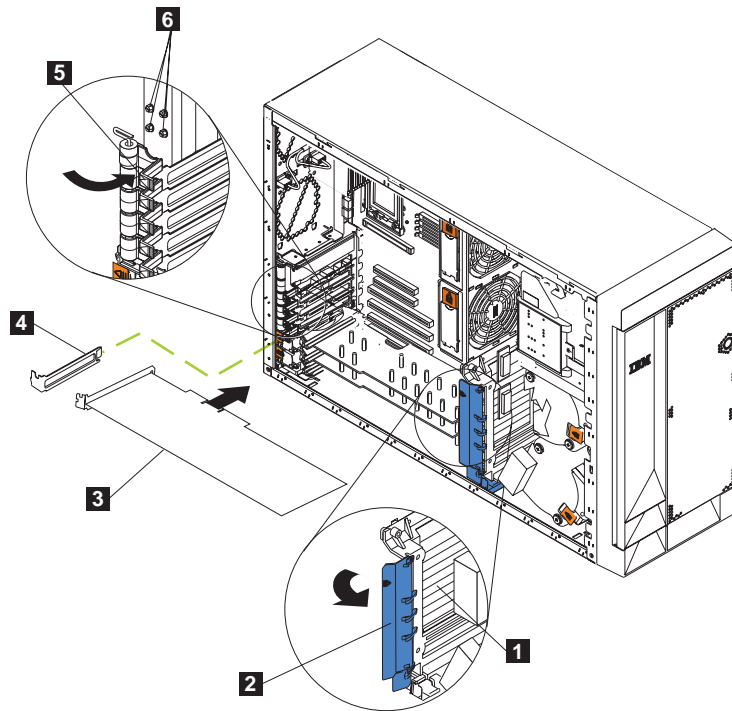
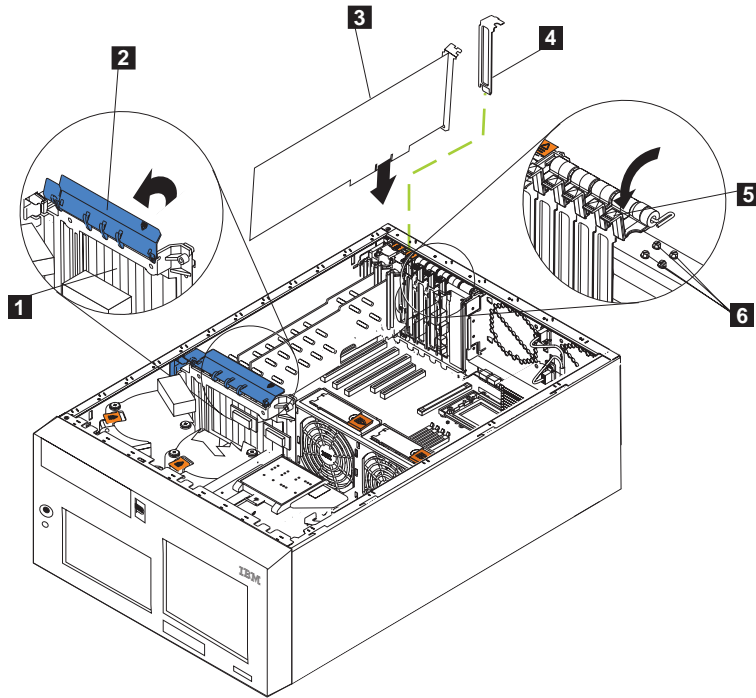

图 104. 安装“远程监控适配器”（型号 25T）
图 105. 安装“远程监控适配器”（具有机架安装转换功能的型号 25T）
7. 从 PCI 插槽 1 中抽出扩充插槽盖板（参见图 104 和第 174 页的图 105）。将它存放在安全的地方。
c. 用螺钉固定适配器：将其中一颗备份扩充插槽螺钉（参见第 173 页的图 104 和图 105 以了解螺钉的位置）通过适配器支架顶部插入螺钉孔以将适配器固定。